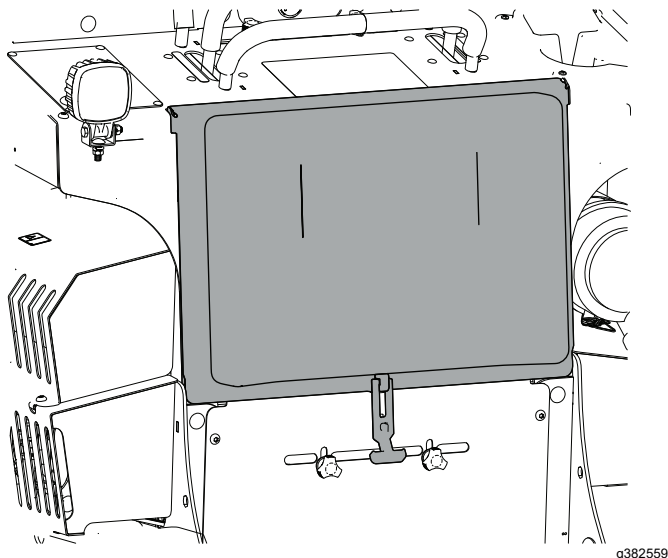

Figura 44
3. Retire el panel acolchado de la plataforma del operador (Figura 44).